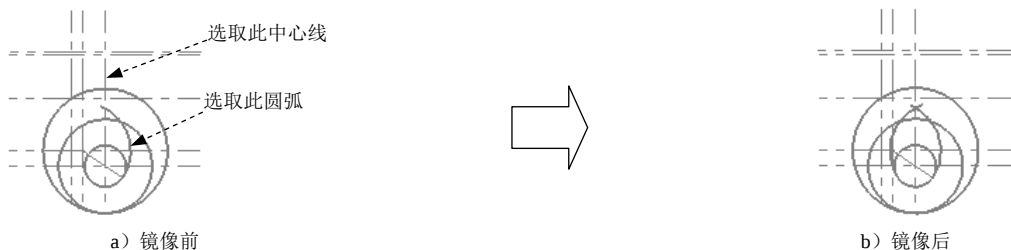

图 3.17.17 镜像曲线
- ④ 单击 按钮，完成圆弧的绘制。
Step7. 创建图 3.17.17 所示的镜像曲线。